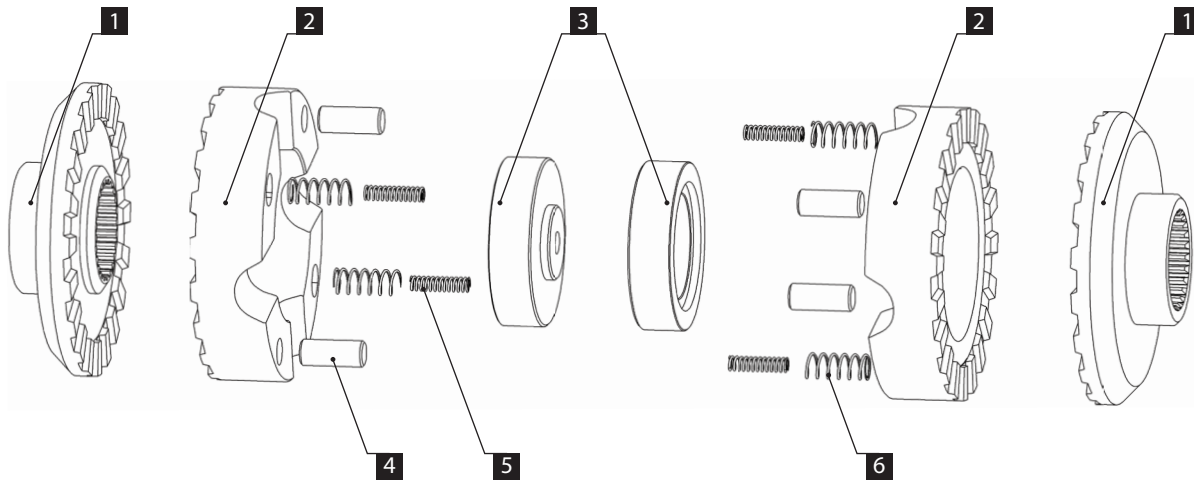

Рис. 1
**Элементы блокировки в комплекте (Рис.1):**